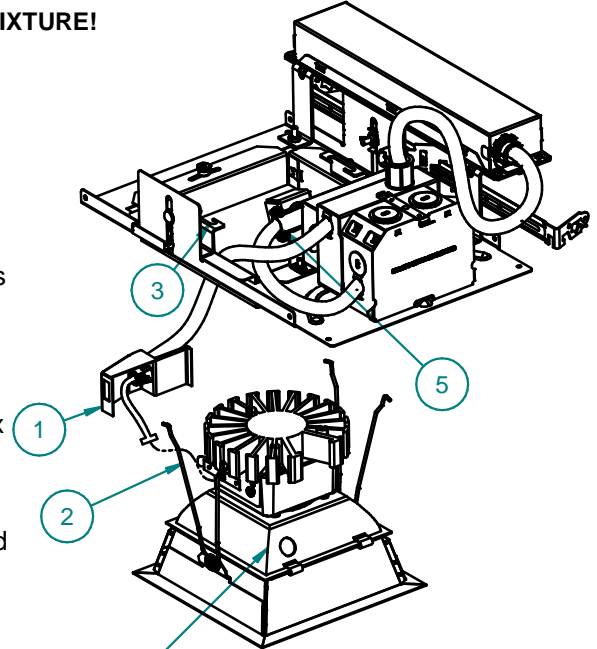

FIGURE 1
5. Pull electrical cover (1) down through opening in fixture. (SEE FIG. 1).
5. Tirez le couvercle électrique (1) vers le bas au travers de l'orifice du luminaire. (REPORTEZ VOUS À LA FIG. 1)